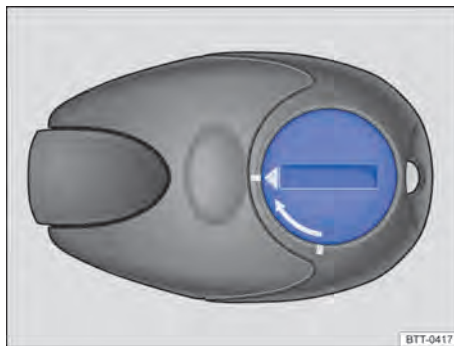

Fig. 181 Aquecimento estacionário: cobertura da bateria do controle remoto.
- Com um objeto plano e sem pontas, por exemplo, uma moeda, gire a ranhura no sentido contrário ao sentido da seta até a marcação para abrir a cobertura ⇒ Fig. 181.
- Colocar a bateria nova. Atentar para a polaridade correta e utilizar baterias do mesmo modelo ⇒ ①.